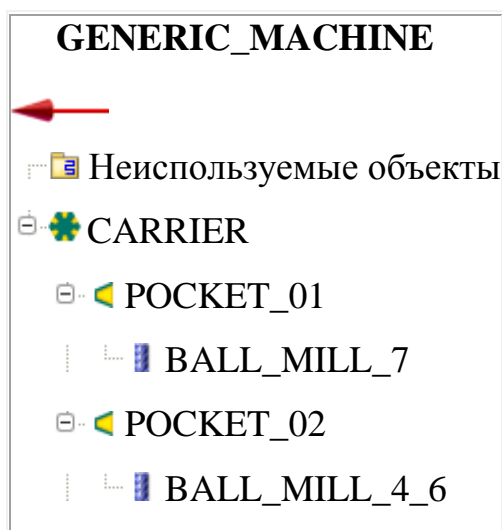

Рисунок 3.19 – Окно навигатора инструментов
- Дважды щелкните **GENERIC\_MACHINE** (рисунок 3.19).